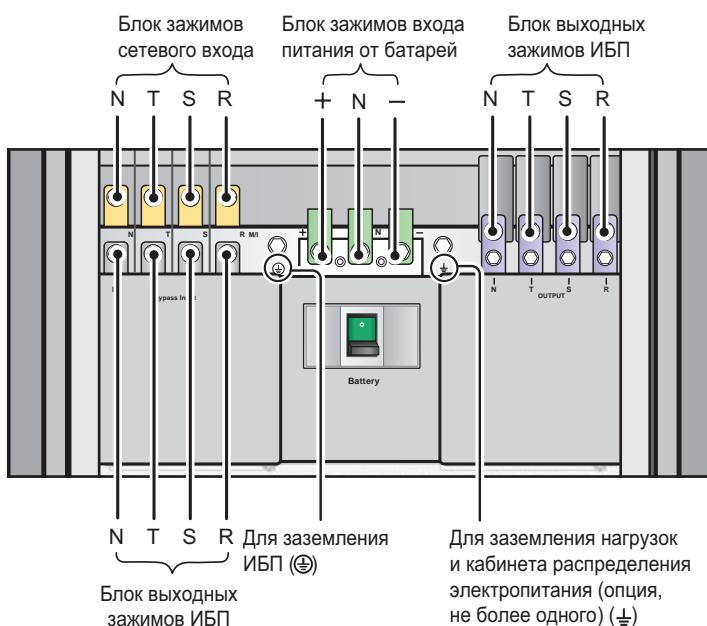
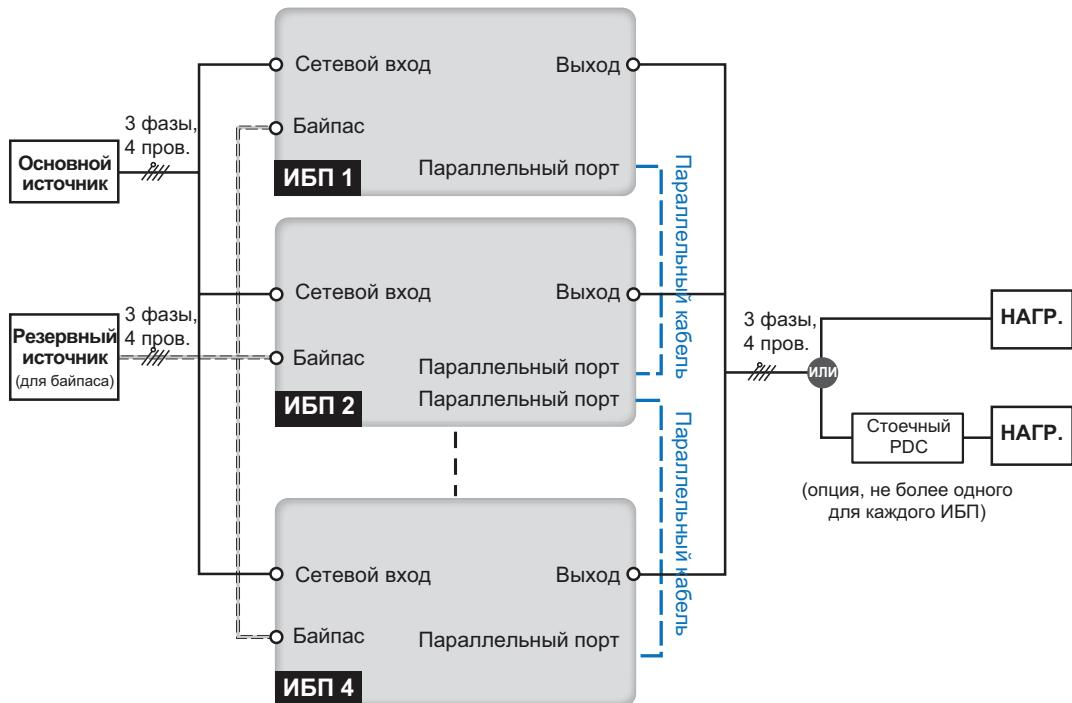

Рис. 5-8. Схема подключения в конфигурации с двумя входами (одиночный ИБП)
Рис. 5-10. Схема подключения в конфигурации с двумя входами (система с параллельными ИБП)
3. Подключите к блоку зажимов ИБП электросеть переменного тока (к сетевому входу) и резервный источник питания переменного тока (к входу байпаса), нагрузку, кабинет распределения электропитания и внешний батарейный кабинет. См. **Рис. 5-8**. Следуйте указаниям Руководства по эксплуатации PDC относительно монтажа, подключения, вентиляции и работы с этим устройством. В автономном режиме необходимо использовать либо внешний батарейный кабинет (не более четырёх), либо батарейный модуль (опция, не более четырёх). Одновременное использование батарейных кабинетов и батарейных модулей запрещается! Подключать ИБП одновременно к PDC и непосредственно к нагрузкам запрещается. Более подробная информация изложена в разделах **5.6 Внешний батарейный кабинет** и **5.7 Батарейный модуль**.
4. Нейтральный проводник источника переменного тока, подключённого к входу байпаса, подключите к зажиму нуля (N) сетевого входа.
3. Подключите к блоку зажимов ИБП электросеть переменного тока (к сетевому входу) и резервный источник питания переменного тока (к входу байпаса), нагрузку, кабинет распределения электропитания и внешний батарейный кабинет. См. Рис. 5-8 и Рис. 5-10. Следуйте указаниям Руководства по эксплуатации PDC относительно монтажа, подключения, вентиляции и работы с этим устройством. В автономном режиме используется либо внешний батарейный кабинет (не более четырёх), либо опциональный батарейный